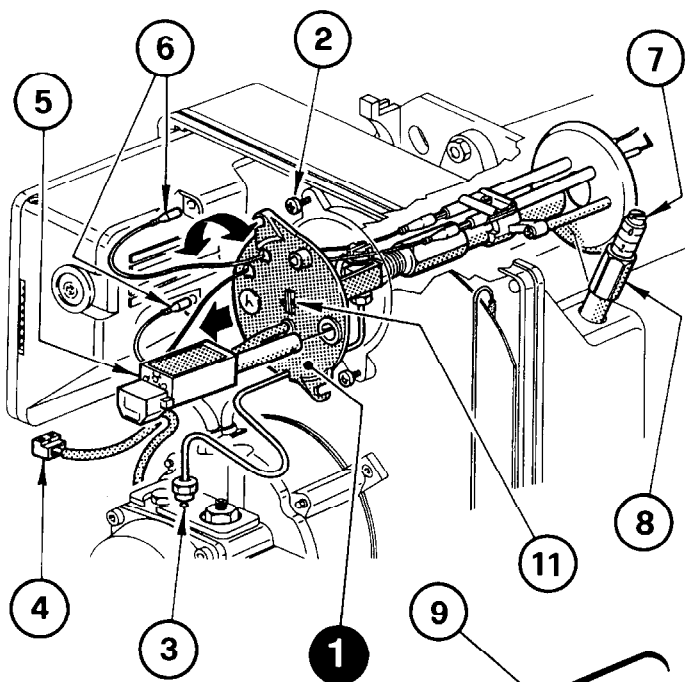

Fig. 12
- Visser correctement le gicleur (6) en le serrant comme indiqué en figure.
B Fig. 12 – Enlever la ligne porte gicleur (1) après avoir desserré les vis (2), dévissé l'écrou (3), débranché les câbles (6) de la boîte de contrôle, la prise (4) et le détecteur flamme (5).
(Voir fig. 12)